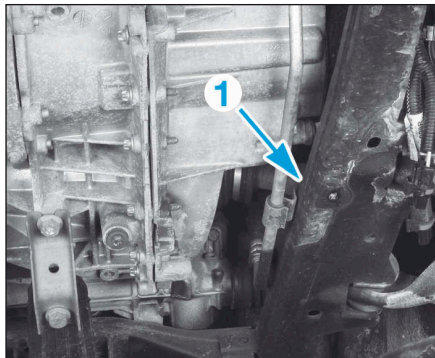

FIG.7
- Déposer la vis (1) du tuyau basse pression de direction assistée sur le berceau (Fig.7).